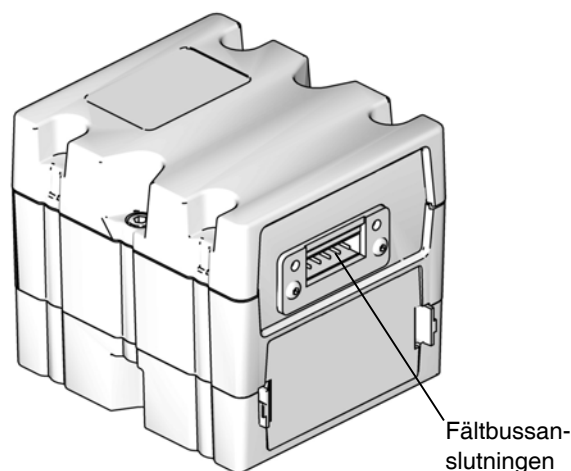

**FIG. 39: Drivenhetsportar**
6. Använd de fyra 10-32 monteringssskruvarna som ingår i satsen och montera basen (CD) i de borrarade hålen.
7. Sätt tillbaka CGM (CC) på basen (CD) med de två skruvarna (CB) som avlägsnades i steg 5.
8. Sätt tillbaka åtkomstkåpan (CA).
9. Anslut CAN-kabeln som ingår i satsen till antingen port 1 eller port 2 (beroende på vilket som finns) på drivenheten. Se FIG. 39.